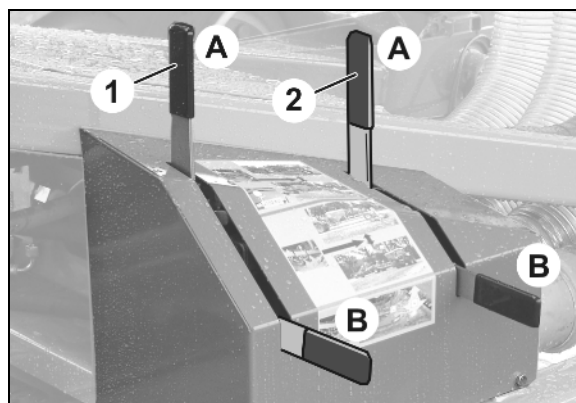

Рис. 107
- Заднюю раму сложите до наклона ок. 80° (Рис. 107).